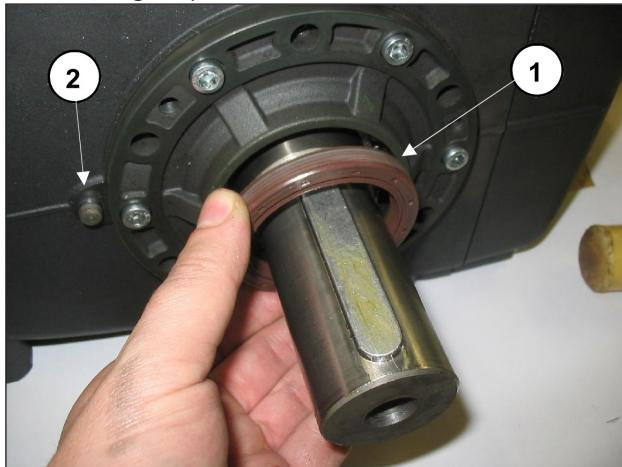

Fig. 33
Para modificar la versión aplicando el grupo reductor donde previsto, es necesario desmontar el retén del eje (Fig. 33, pos. ①) e introducir en el cárter el pasador Ø8 de referencia de la caja del reductor (Fig. 33, pos. ②).
Para modificar la versión, desmontando el grupo reductor si está previsto, es necesario introducir el retén del eje en el alojamiento de la tapa lateral utilizando la herramienta cód. 27904800 (Fig. 33, pos. ①).